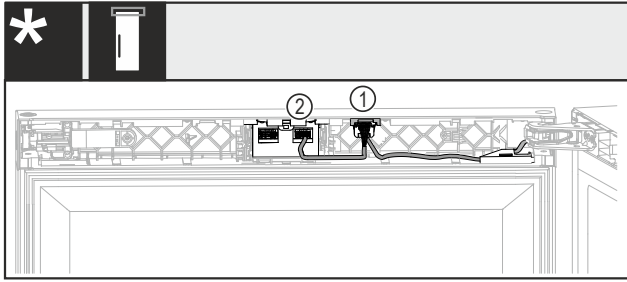

Fig. 45 Zonder slot of met mechanisch slot*
- Stekker met beide kabels Fig. 45 (1) in de geleiding schuiven.*
- Stekker met een kabel Fig. 45 (2) in een recht nest vastklikken.*